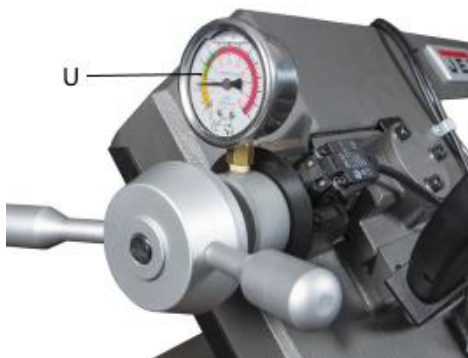

Рис.6
Поворачивайте ручку натяжения до тех пор, пока не будет достигнуто нужное натяжение пилы на шкале натяжения (U) зеленого цвета. (рис.6)